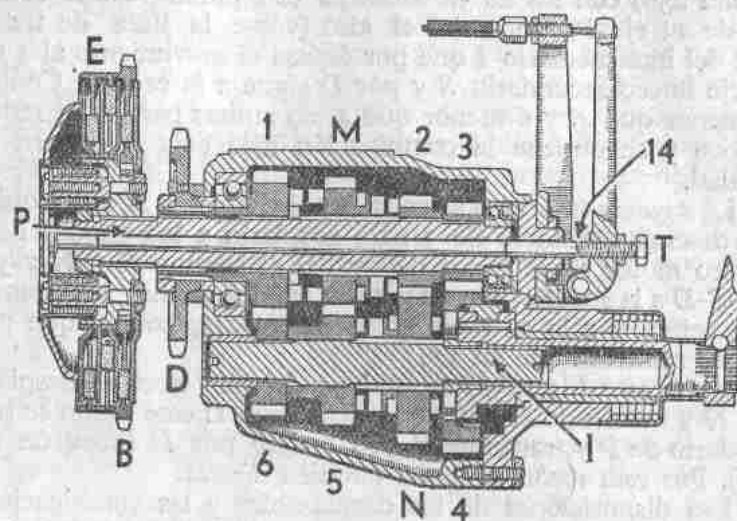

Fig. 259. — Caja de cuatro velocidades.
a) Excesiva holgura en el mando por el cable: debe ajustarse dejando de 3 a 5 décimas, solamente, en el hueco *14* (figs. 259 y 262).
Las disposiciones de los desplazables y las combinaciones de engranajes pueden ser diversas; por ejemplo, puede tenerse un desplazable en el primario, y otro, en el intermediario (como se verá en las figs. 259 y 261), consiguiéndose cuatro marchas distintas en vez de tres; pero el fundamento es el mismo.